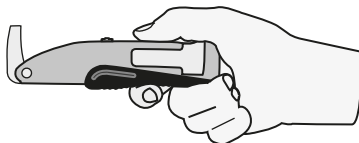

Рисунок 6
Установите переключатель (8) в положение «I». Выполните действия, описанные в пункте проверки исправности прибора при обнаружении металлических объектов. Медленно перемещайте прибор по поверхности сканирования, приближая его с разных сторон (рис. 6).